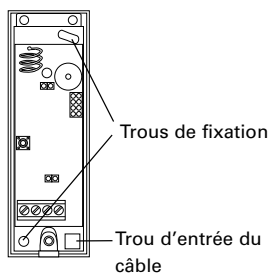

Figure 2. Embase de la station de base
3. Faire passer le câble de la centrale dans le trou de l'embase (Figure 2), puis visser l'embase sur la surface de montage.